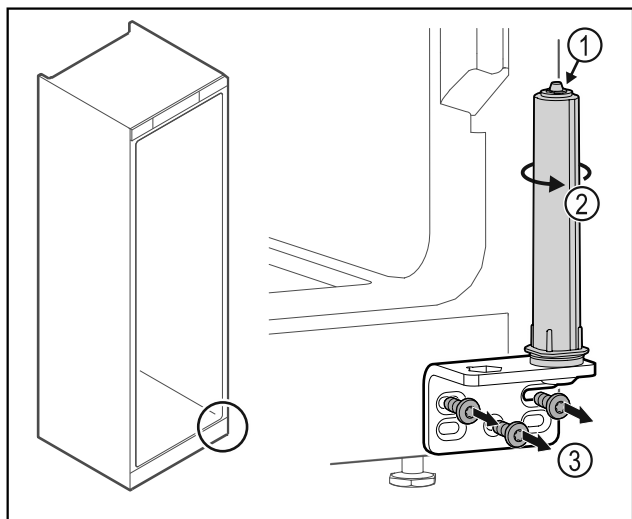

Fig. 30
- ▶ Nu dezasamblați sistemul de închidere al ușii Fig. 30 (1).
- ▶ Rotiți Fig. 30 (2) sistemul de închidere, până când face clic.
- ▶ Deșurubați Fig. 30 (3) colțarul balamalei.